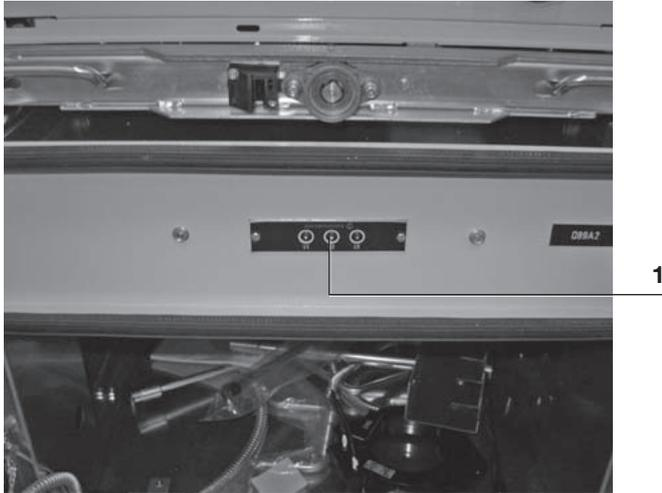

Fig.22a
- 2) Démontez le dispositif de présence tension (1) (fig. 22a):
- 2) Dismantle the voltage indicator device (1) (fig. 22a):